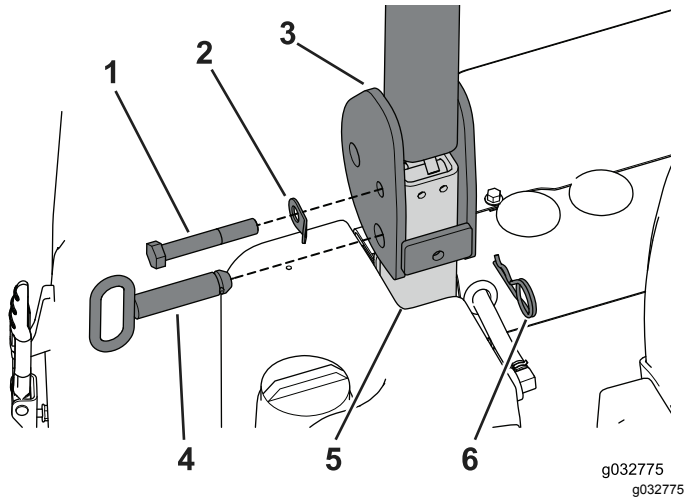

Figure 46
2. Retirez les goupilles fendues et la goupille de blocage de pivot de l'arceau de sécurité ; mettez de côté les goupilles fendues (Figure 46).